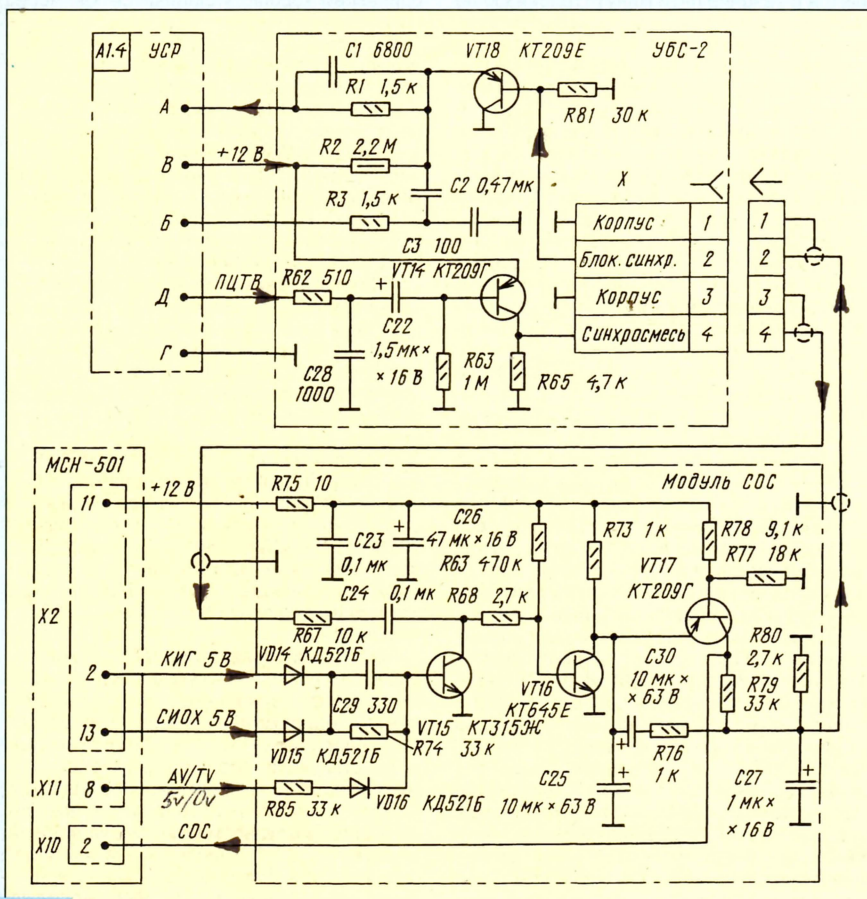

Рис. 8
13. Если используется модуль МСН-501, его следует дополнить модулями СОС и УБС-2 (см. рис. 8). Их схемное решение в совокупности устраняет различия модулей МСН-501-8/9 и МСН-501. Нумерация деталей на рисунке соответствует заводской схеме телевизора СТ518. Модуль СОС закрепляют на плате МСН, а модуль УБС-2 — на УСР.
Чтобы не трепать себе нервы из-за дрожащей картинке, к модулю МСН-501 и УСР добавляют блоки по схеме на рис. 8.